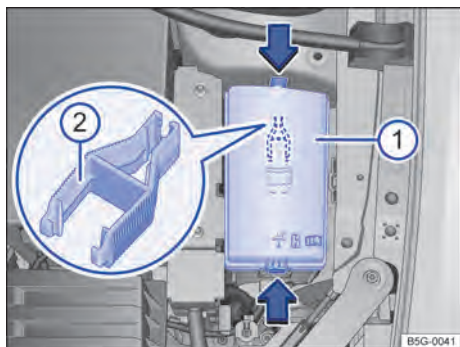

Fig. 140 No compartimento do motor: cobertura ① da caixa de fusíveis com pinça de plástico ②.
No lado interno da cobertura da caixa de fusíveis no compartimento do motor pode haver uma pinça de plástico → Fig. 140 ② para a retirada dos fusíveis.
- Pressionar as travas no sentido da seta → Fig. 140 ①, para destravar a cobertura da caixa de fusíveis.